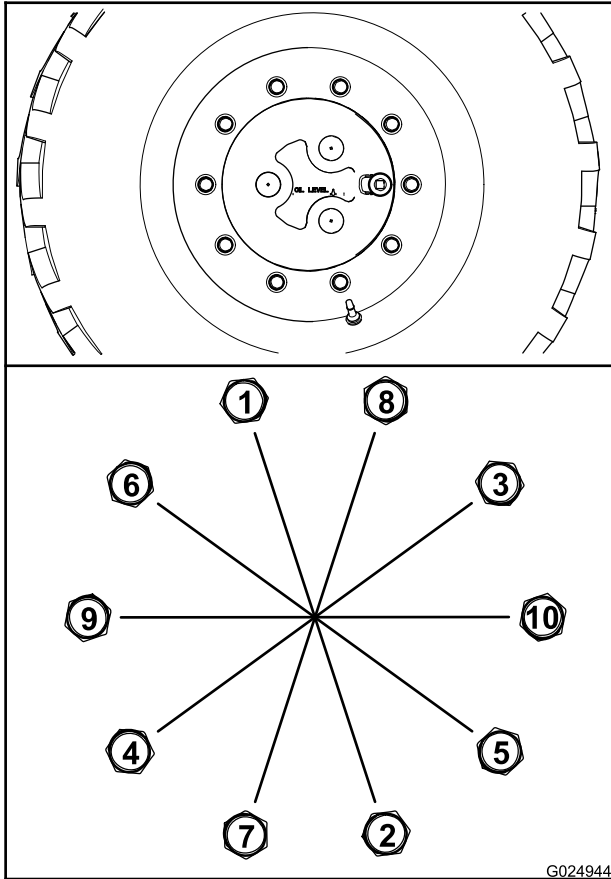

Figura 88
- A. Aperte todas as porcas com torque de 100 N·m (75 pés-lb) na sequência mostrada na Figura 88.
- B. Aperte todas as porcas com torque de 200 N·m (150 pés-lb) na sequência mostrada na Figura 88.
- C. Aperte todas as porcas com torque de 300 N·m (225 pés-lb) na sequência mostrada na Figura 88.